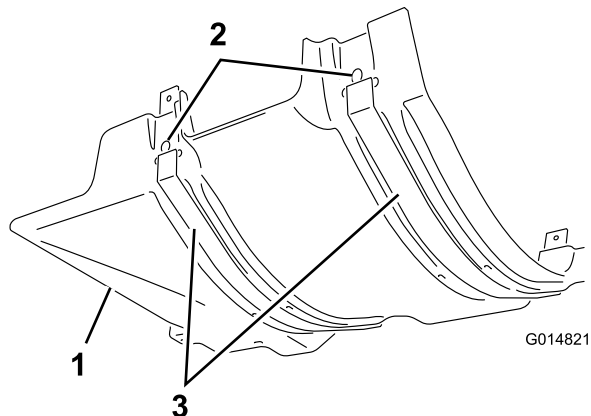

図 3
1. エンジン後部用防熱シールド (図 3) のスロットにシールド・ストラップを通し、プラスチック製プラグ 6 個を使ってストラップをシールドに固定する。